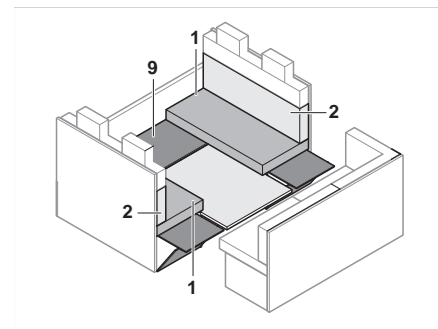

Fig. 138 Pendant la transformation
- Remettre le soubassement (Fig. 138,9) en place.